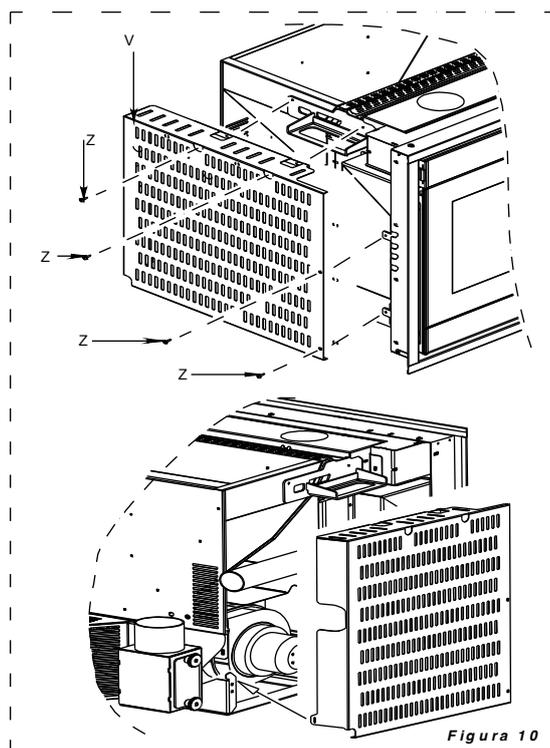

Figura 10
- Smontare ora i fianchi rivestimento V agendo sulle 4 viti Z (vite tc+ 3,9x9,5) e sganciandolo sul lato posteriore (vedi Figura 10).
- Riassemblare i fianchi rivestimento V precedentemente smontati agendo sulle 4 viti Z (vite tc+ 3,9x9,5) e agganciandolo sul lato posteriore (vedi Figura 10).